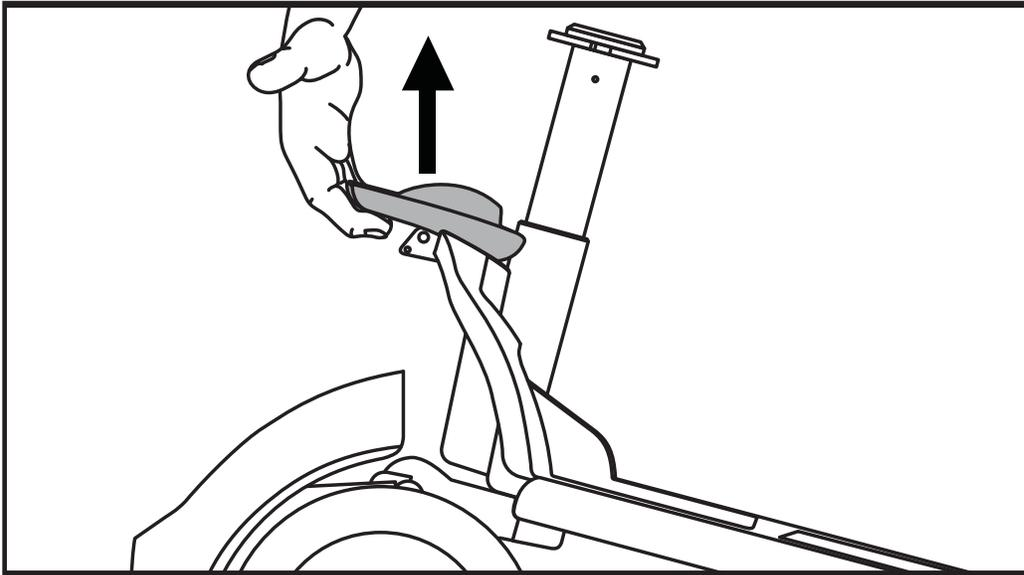

Abb. 16. Rahmenverriegelungshebel
2. Wie in **Abb. 16** zu sehen müssen Sie nur an dem Hebel hinter dem Sitzrohr ziehen und trennen damit die Verbindung dieser zwei Komponenten.
HINWEIS: Kippen Sie den hinteren Teil des Elektromobils vor dem Zusammenbau etwas nach hinten auf die Stützräder, wie in **Abb. 16** gezeigt.
1. Benutzen Sie zum Anheben des Vorderteils den Rahmenverriegelungshebel und richten Sie die Rahmenhaken des Vorderteils an der unteren Rahmenstange des Heckteils aus. **Siehe Abb. 16.**